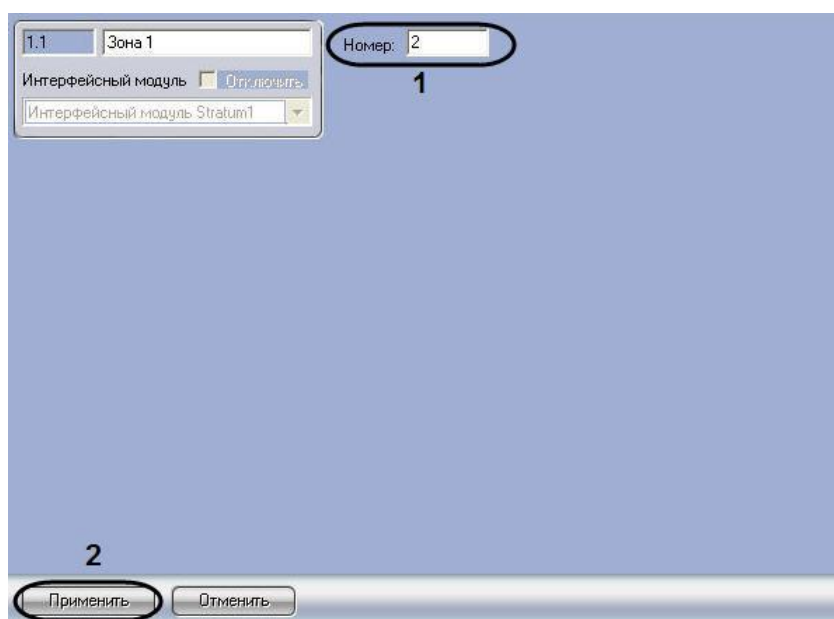

Рис. 2.3-2. Настройка зоны регистрации
1. Перейти на панель настройки объекта **Зона** (Рис. 2.3-2).
2. В поле **Номер:** ввести номер зоны регистрации, соответствующей требуемой группе контрольных сегментов кабеля в системе *Stratum* (см. Рис. 2.3-2, **1**).
3. Для сохранения внесенных изменений нажать кнопку **Применить** (см. Рис. 2.3-2, **2**).